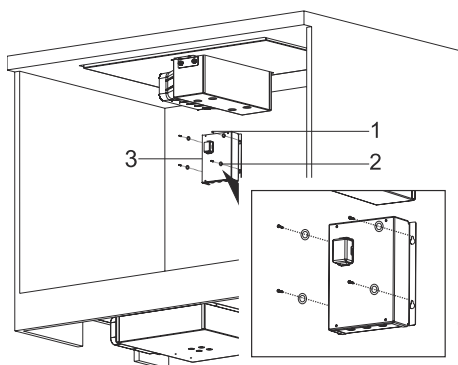

Fig. 20
10. Montera nu styrboxen inuti skåpet och använd 4 x M4 & 4 x 3,9x22 brickor och skruvar för till det (Fig. 20).